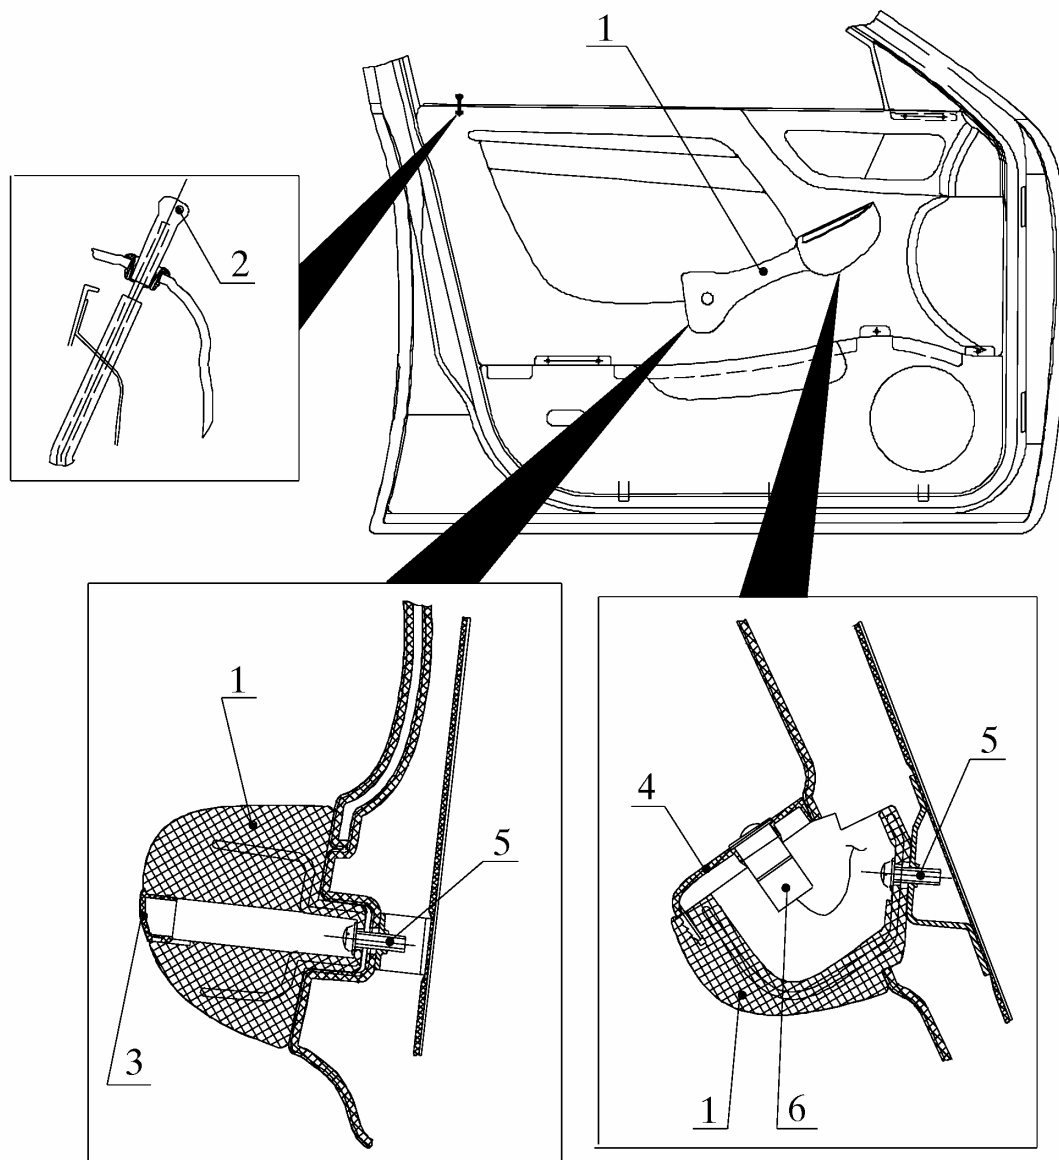

Рис. 10. Снятие ручки подлокотника:
4.1.1.1. Снять пробку 3 (рис. 10) и панель 4 переключателей с ручки 1 левой подлокотника .